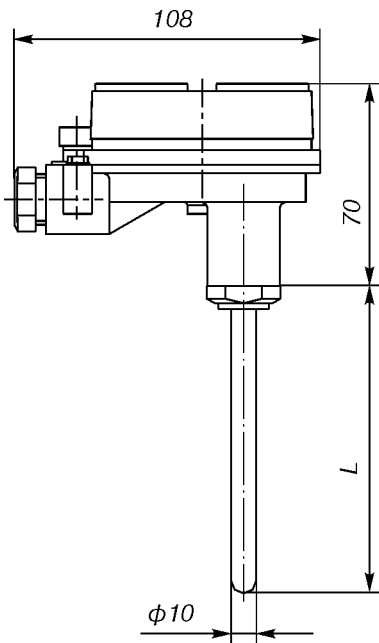

Рис. 7.
(ост.см.рис.7)
- 07*** по рис. 7